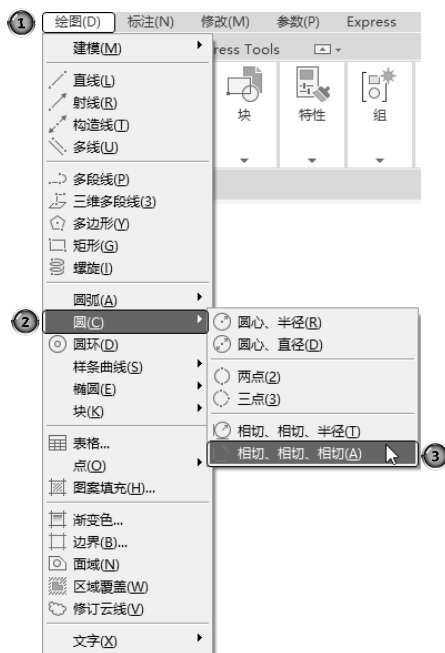

图 2-28 绘制圆的功能区方法
(4) 选择菜单栏中的①“绘图”→②“圆”命令，其下拉菜单中多了一种③“相切，相切，相切”的方法，当选择此方式时（见图 2-28），系统提示如下：